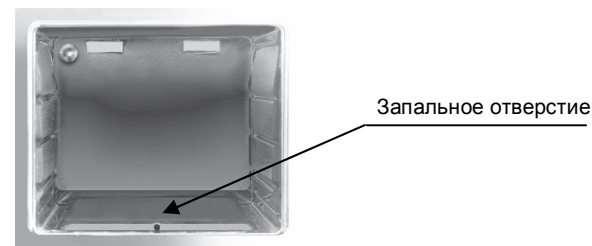

Рисунок 11 – Зажигание горелки духовки
7.3 Зажигание горелки духовки (см. рисунок 11)
- поднести зажженную спичку к запальному отверстию (см. рисунок 11);